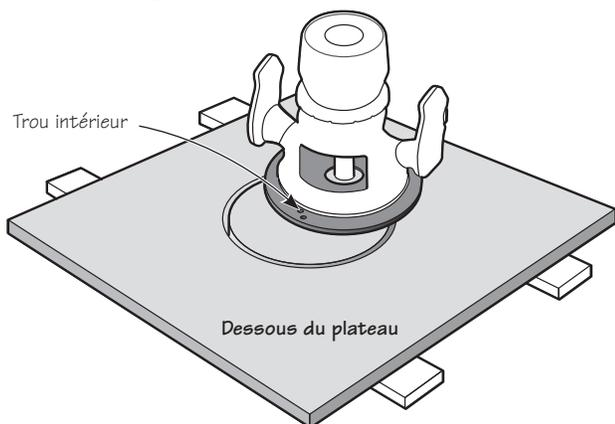

Figure 2 : Toupillage du dessous du plateau
4. Retirer la tige de positionnement de la toupie et la remplacer par une mèche droite de 1/2 po, réglée pour obtenir une profondeur de coupe de 3/16 po de moins que l'épaisseur du plateau. Déposer le plateau en position retournée sur l'établi, le surélever à l'aide de deux bouts de bois et fixer en place à l'aide de serres. Leur épaisseur doit être telle que seule la section de 3/16 po de diamètre de la tige de positionnement dépassera du plateau. Placer sur la tige le trou le **plus à l'intérieur** percé plus tôt dans la semelle, puis faire une rainure circulaire comme l'illustre la **figure 2**.